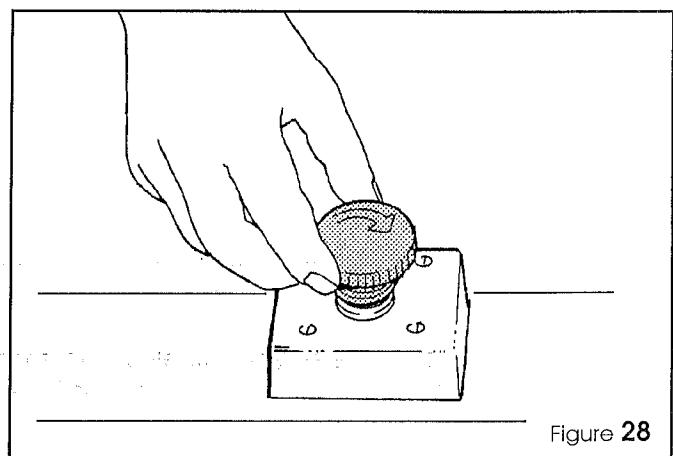

Figure 28
- Relâcher le bouton d'arrêt d'urgence verrouillable, en le tournant dans le sens des aiguilles d'une montre (Figure 28).
- zet de vergrendelbare noodstopknop vrij door hem in de richting van de wijzers van de klok om te draaien (Figure 28).